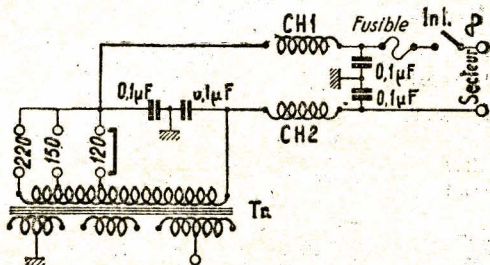
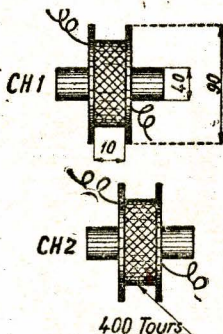

Figure 1
Figure 2
3) Dans la figure 2 le cette description, nous avons la représentation détaillée du bob-
montre la figure 1. De cette façon, la HF est parfaitement bloquée et ne peut absolument pas s'écouler par le secteur. On peut réaliser CH1 et CH2 en bobinant en vrac, sur un tube de 40 mm. de diamètre et entre deux flasques de carton, quelques 400 tours de fil 6/10 de mm. émaillé (fig. 2).